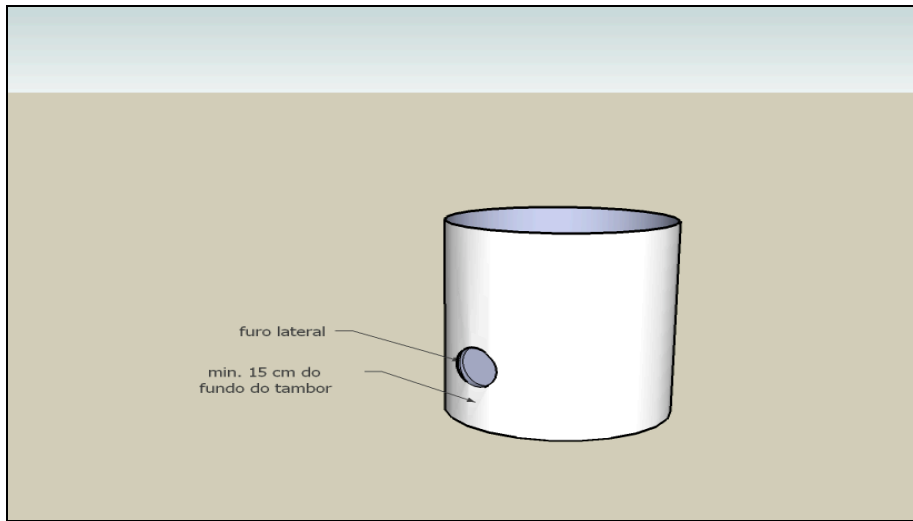

fig 1
- 1- Fazer um furo na lateral da lata a uma altura de no mínimo 15 cm de acordo com a medida do diâmetro do tubo do queimador. Fig 1